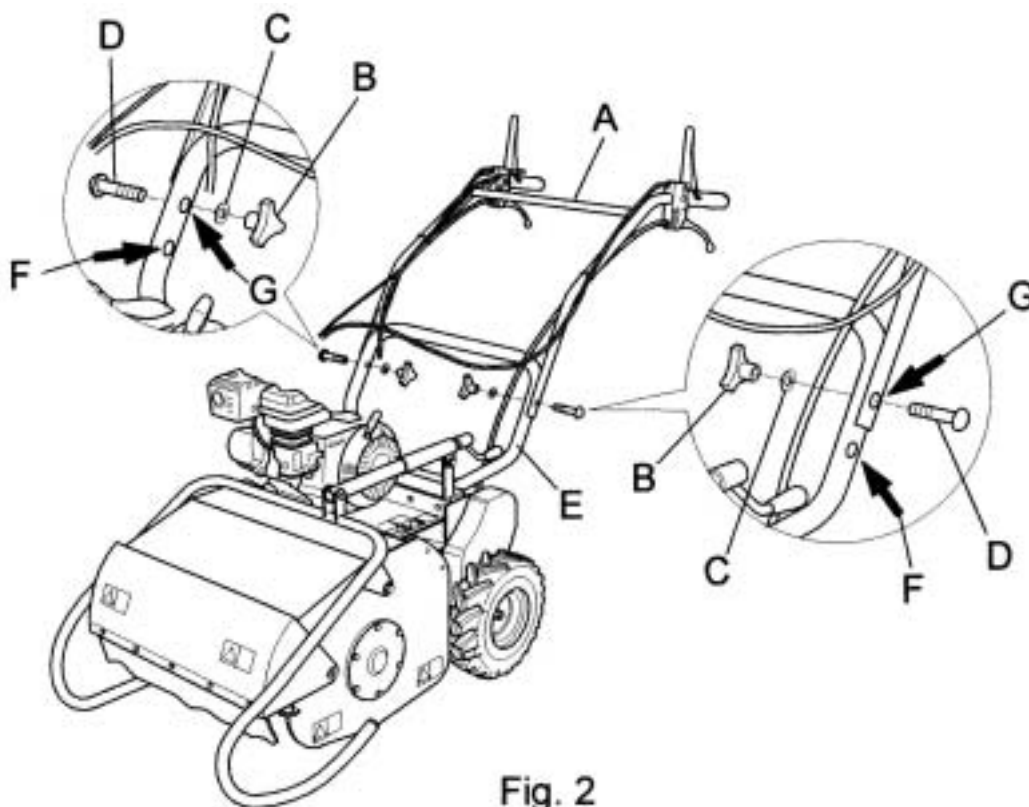

Fig. 2
- Elevar el manillar indicado en la Fig. 2 ref. A y meterlo en el soporte indicado en la Fig. 2 ref. E.
Seleccionar la altura deseada metiendo los dos tornillos (fig. 2 ref. D) en uno de los dos orificios (Fig. 2 ref. F, G) inferior o superior, presentes en el soporte del manillar (fig. 2, ref. E). Poner las arandelas (fig. 2 ref. C) en los tornillos (fig. 2, ref. D) y enroscar los pomos (fig. 2 ref. B) apretándolos firmemente.